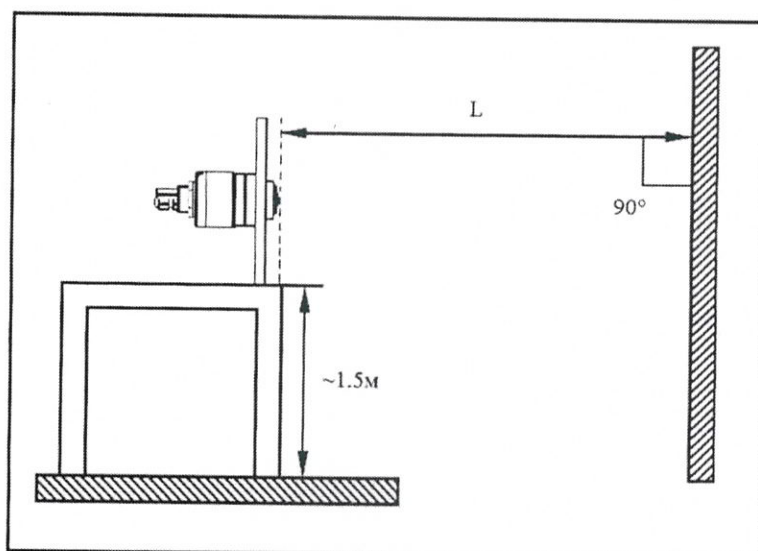

Рис. 1
7.4.1.2 При поверке с демонтажем уровнемера в качестве имитатора уровня продукта используют ровную поверхность стены (экрана), в которую направляют антенну уровнемера (см. рис. 1). Плоскость стены (экрана) должна быть строго перпендикулярна оси антенны (допуск не более $\pm 1^\circ$). Угол между плоскостью стены (экрана) и осью антенны контролируется при помощи угломера с нониусом. Минимальное расстояние между осью антенны уровнемера и краем стены (экрана) должно быть не менее 0,5 м. Расстояние между осью антенны уровнемера и различными препятствиями (металлическими предметами, железобетонными конструкциями и т.п.) должно составлять не менее 2 м.